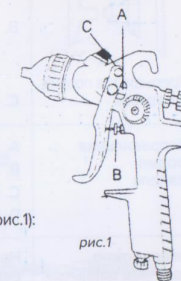

рис.1
5. Смазывайте пистолет ежедневно, нанося каплю легкого машинного масла на (см. рис.1):